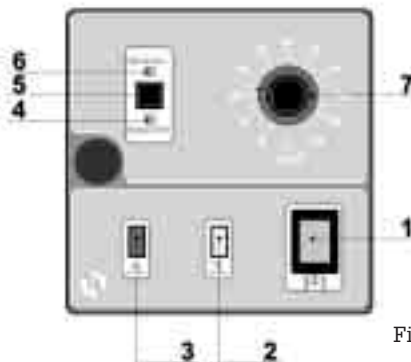

Fig. 17
8.1.3 - MANDOS DE LA BOMBA PB-F (Fig. 17)
8.1.4 - DESCRIPCIONES DE LOS MANDOS DE LA BOMBA PB-F (Fig.17)
- **INTERRUPTOR ON/OFF (1)**